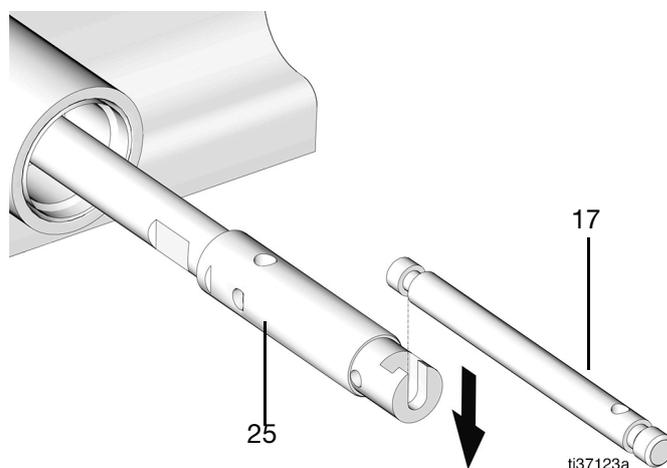

FIG. 60
15. Placer la tige shovel (17) dans la rainure du piston de pompe (25) (FIG. 60).